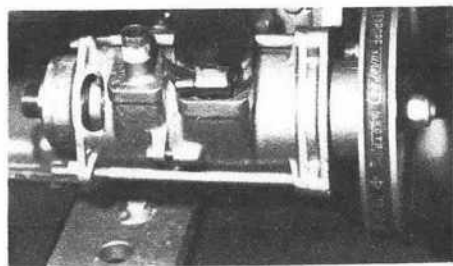

fig. 20
- Débrancher les tuyauteries de la pompe d'eau de mer [fig. 20].
- Démonter la canalisation d'aspiration d'eau de mer [fig. 20].